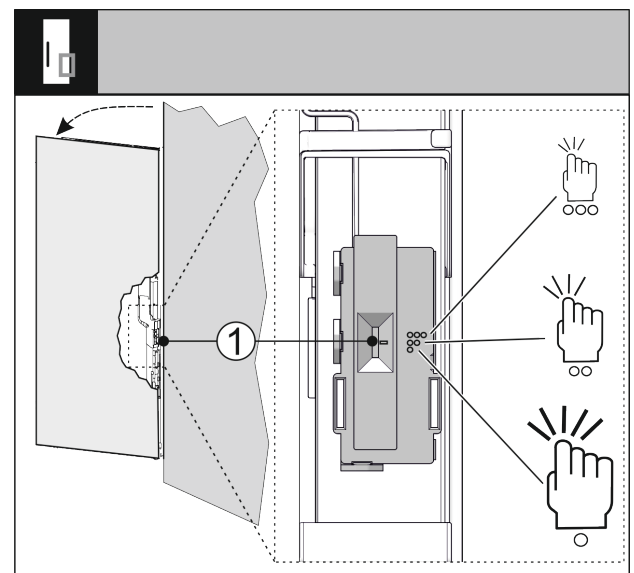

Fig. 38
Отрегулируйте чувствительность сигнала стука при помощи переключателя Fig. 38 (1). Переключатель находится со стороны петель на нижней трети двери.
- ▶ Установите переключатель Fig. 38 (1) в нужное положение.